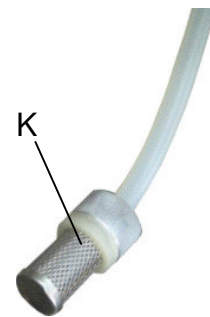

Fig. 2
- Utilice siempre óxido de aluminio de calidad reconocida. **TALLERES MESTRAITUA, S.L.** recomienda el empleo de óxido de aluminio **MESTRA**. La pistola (diámetro de boquilla 3 mm), puede soplar óxido de aluminio de diámetro de partícula hasta 300 micras. En el caso de utilizar óxido de aluminio de diámetro superior a 300 micras, puede ser necesario quitar el filtro (K) que está situado al final del tubo de la pistola, dentro de la tolva (Fig. 2). Sin filtro las obstrucciones de la boquilla serán más frecuentes.